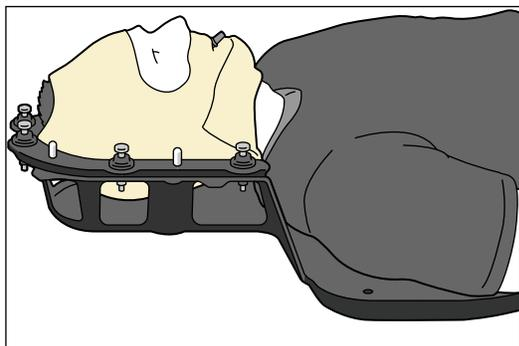

図24
3. 前部マスクを患者の上に乗せ、6本のピンすべてを押し込みます。カチリと音がしたら、前部マスクが固定されたことがわかります。(図24)